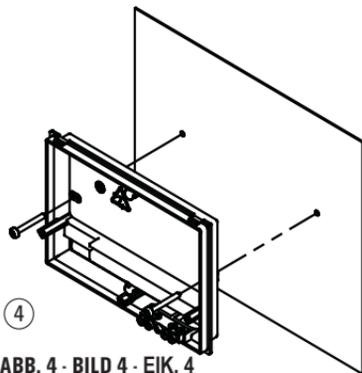
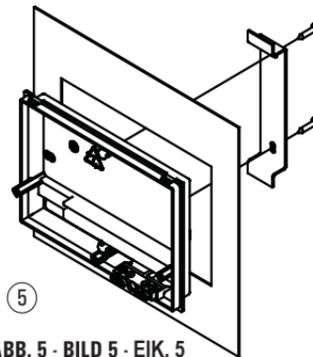

FIG. 4 - ABB. 4 - BILD 4 - EIK. 4
FIG. 5 - ABB. 5 - BILD 5 - EIK. 5
- 4. Fissare la base della centralina:** MONTAGGIO A MURO (FIG. 4).
MONTAGGIO SU PANNELLO CON STAFFA (opzionale) (FIG. 5).
Mount the unit base: WALL MOUNTING (FIG. 4).
MOUNTING ON A PANEL WITH FITTING (Optional) (FIG. 5).
Die Basis der Steuereinheit befestigen: AUFSTELLUNG AUF DER WAND (ABB. 4).
AUFSTELLUNG AUF PANEEL MITTELS PRATZE (wahlfrei) (ABB. 5).
Fixer la base de la centrale :	MONTAGE AU MUR (FIG. 4). MONTAGE AU PANNEAU AVEC BRIDE (en option) (FIG. 5).
Fijar la base de la centralina:	MONTAJE A MURO (FIG. 4). MONTAJE EN PANEL CON ABRAZADERA (opcional) (FIG. 5).
Fixar a base da central:	MONTAGEM NA PAREDE (FIG. 4). MONTAGEM SOBRE O PAINEL COM ESTRIBO (opcional) (FIG. 5).
De basis van de centrale bevestigen:	MONTAGE AAN DE MUUR (FIG. 4). MONTAGE OP PANEEL MET STAAF (optioneel) (FIG. 5).
Fastgør centralens bund:	VÆGMONTERING (FIG. 4). MONTERING I PANEL MED BØJLE (ekstraudstyr) (FIG. 5).
Sätt fast underlaget på reglercentralen:	MONTERING PÅ VÄGG (BILD 4). MONTERING PÅ PANEL MED STAG (extra tillval) (BILD 5).